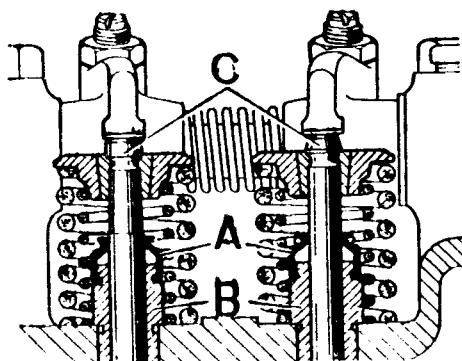
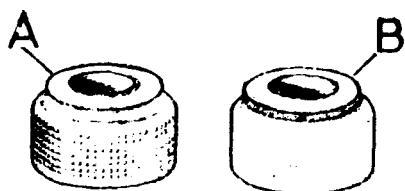

Fig. A3-52 Desmontaje de los retenes de aceite
Fig. A3-58 Montaje de retenes de aceite de las guías de válvulas
2.2. Extraer los retenes de aceite, A (Fig. A3-52).
- 3.1. Instalar los retenes de aceite de las guías (Fig. A3-52), cargando su interior de grasa silicona y teniendo en cuenta que el retén para las guías de las válvulas de admisión, B (Fig. A3-58) dispone en su canal, de un muelle compresor. El retén para las guías de las válvulas de escape, A, no dispone de muelle compresor y su orificio de ajuste sobre la válvula es de mayor diámetro.